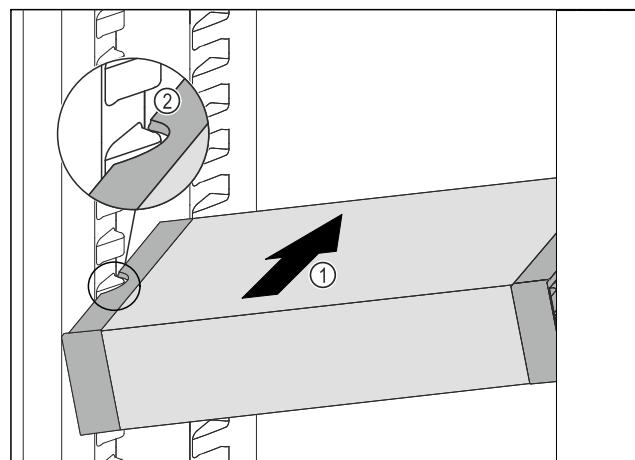

Fig. 96
- VarioSafe schräg in das Kühlteil einschieben Fig. 96 (1), bis sich die seitlichen Aussparungen Fig. 96 (2) des Vario-Safes auf Höhe der Behälterrippe im Kühlteil befinden.